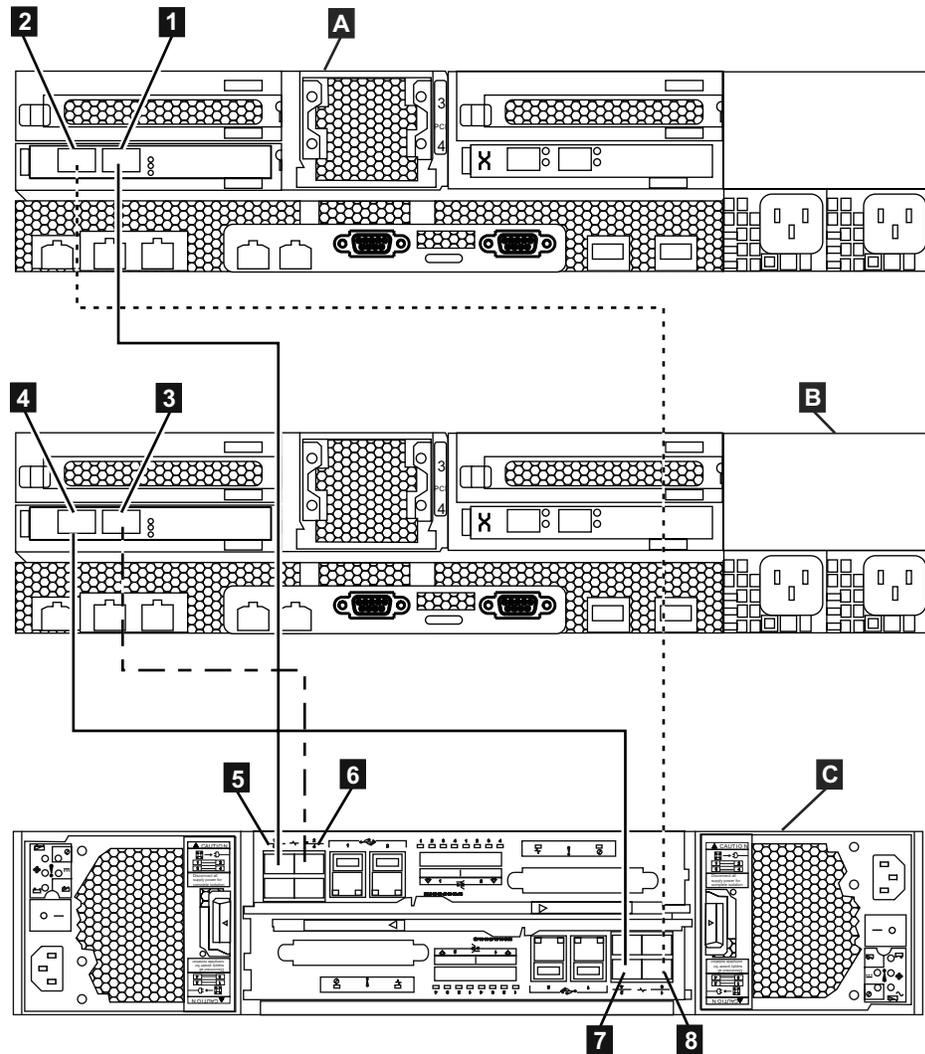

Figure 40. Diagramme de connexion des modules de fichiers au boîtier de commande à l'aide de câbles Fibre Channel. Voir le tableau précédent.
- Avant de continuer, assurez-vous que vous avez branché les câbles Fibre Channel comme illustré dans la figure 40, à la page 56 pour assurer la redondance appropriée. Un câblage incorrect peut entraîner une perte de service lors des procédures de maintenance du système.